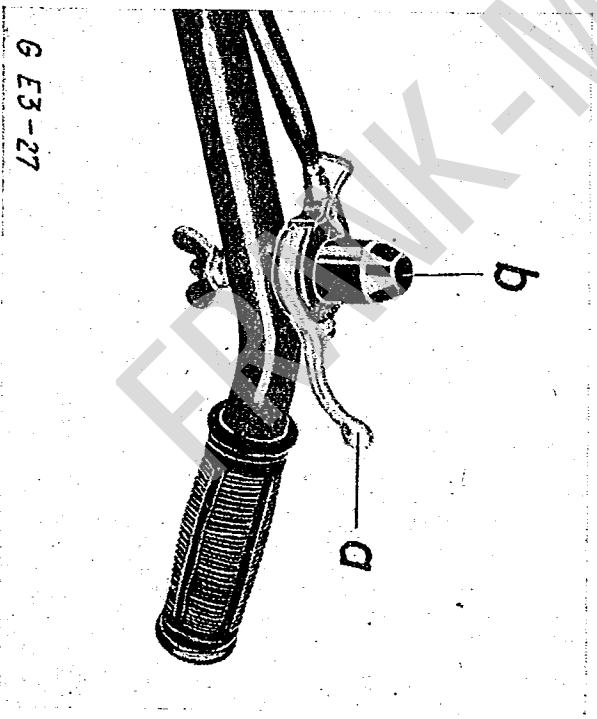

Bild 2. Gashebel-Kurzschlußknopf
**Abstellen des Motors** (siehe Bild 2): Kraftstoffhahn schließen. Bei offenem Gashebel a Kurzschlußknopf b drücken bis Motor steht.